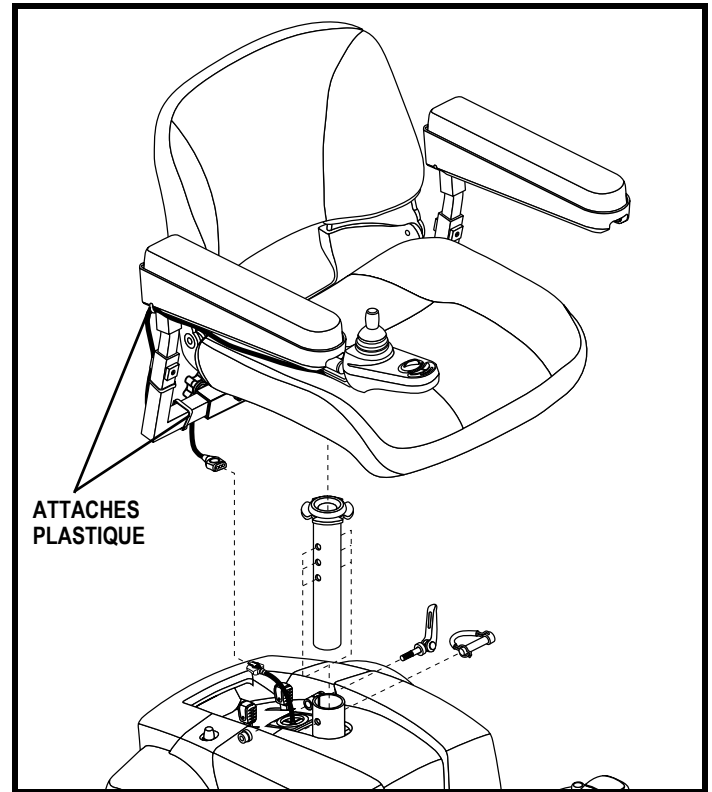

Figure 9. Installation du siège
2. Placez le siège sur le mât. **Voir la figure 9.**